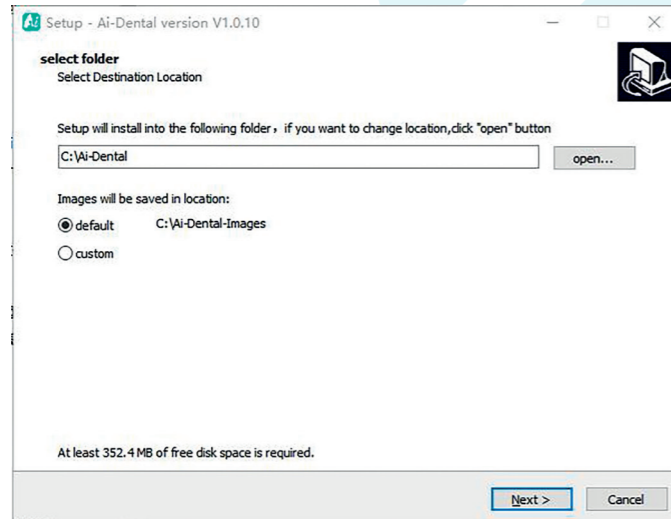

Figura 4
4.1.3 Una vez iniciado el programa de instalación, pulse el botón «Examinar» para seleccionar la ruta de instalación. Una vez seleccionada la ruta, pulse el botón «Siguiente», como se muestra en la Figura 4: